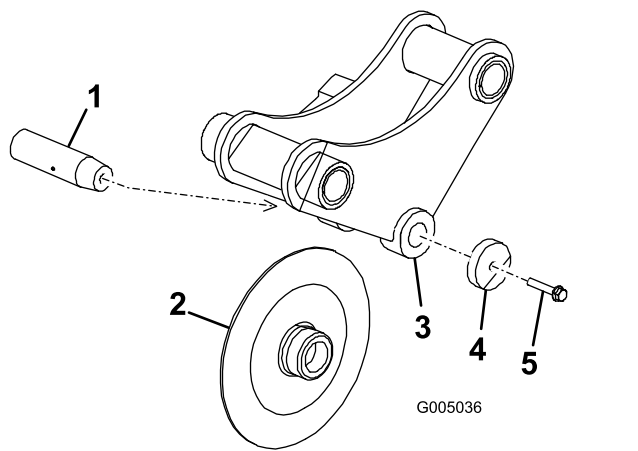

Рисунок 15
1. Отверните винт штифта ножа приблизительно на 1,3 см, затем нанесите по нему несколько ударов молотком, чтобы освободить штифт (Рисунок 15).
2. Полностью снимите винт штифта ножа, шайбу, нож и штифт ножа (Рисунок 15).
3. Вставьте новый нож в кронштейн ножа (Рисунок 15).
4. Проденьте штифт ножа через кронштейн и нож и закрепите его винтом штифта ножа с шайбой (Рисунок 15).